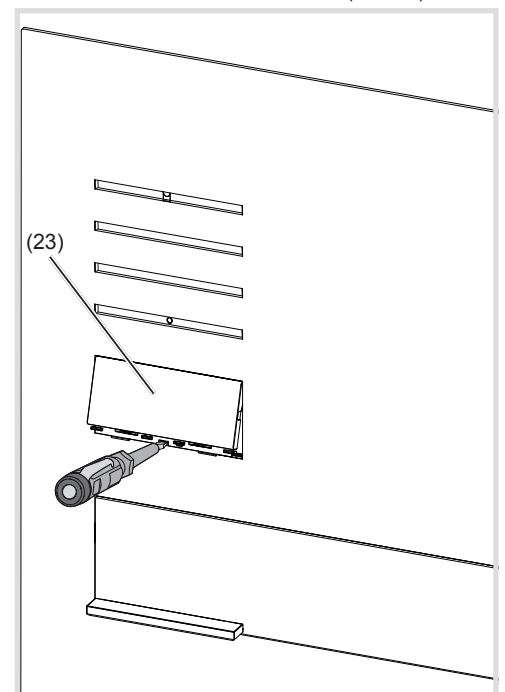

Bild 15: Demontage Ruftaster-Modul Aufsatz
- Ruftaster-Modul Aufsatz in der unteren Hebelöffnung mit dem Schraubendreher nach oben drücken und nach vorne führen (Bild 15).